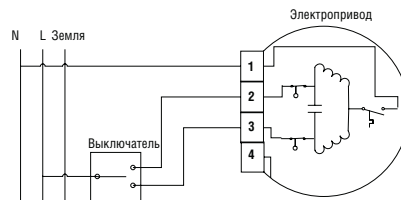

Рис. 4. Подключение выключателя.
### ЭЛЕКТРИЧЕСКОЕ ПОДКЛЮЧЕНИЕ (Рис. 4).
**ВНИМАНИЕ:** Питающее напряжение должно подаваться через блок защиты от перегрузок и короткого замыкания. Подключение привода RollHan должно быть выполнено по схеме (Рис. 4), квалифицированным персоналом и с соблюдением техники безопасности.